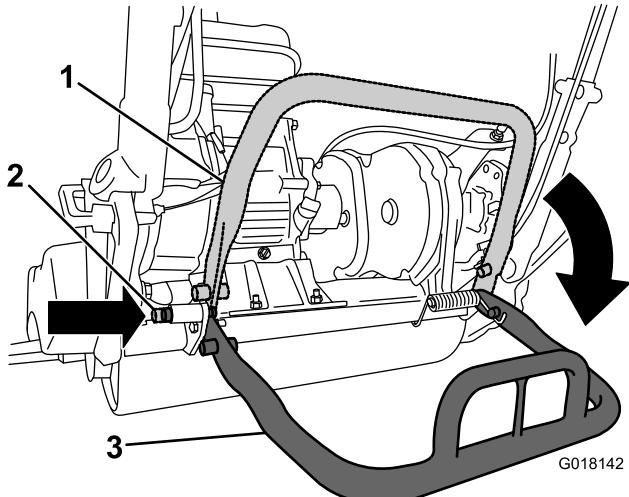

Рисунок 3
- Опустите откидную ножку и вставьте стопорный палец, чтобы зафиксировать откидную ножку в положении для обслуживания (Рисунок 3). Дайте машине опереться на стопорный палец.